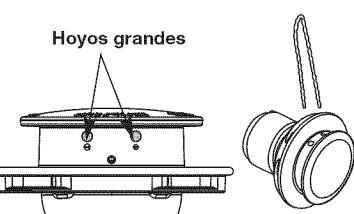

Fig. 23
- Inserte ambos extremos de la línea en los orificios adecuados ubicados al costado del cabezal de corte (Fig. 23).